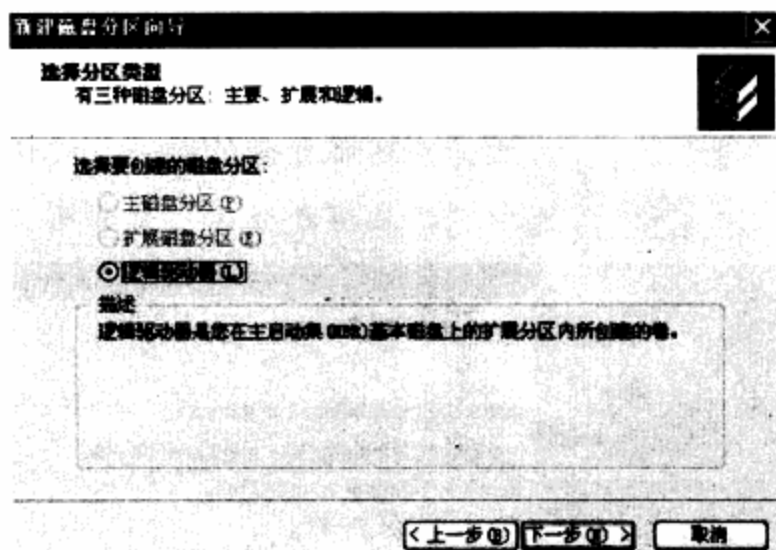

图4-68 选中“逻辑驱动器”单选项
**步骤 17** 选中“逻辑驱动器”单选项，单击“下一步”按钮，如图4-68所示。